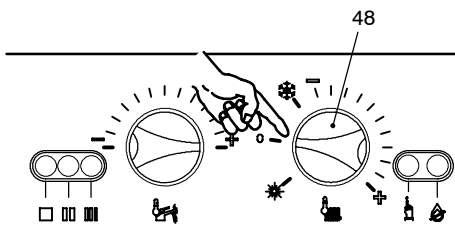

fig. 9.21
- 6 Per uscire dalla funzione SPAZZACAMINO della caldaia posizionare il selettore 48 del pannello comandi come indicato in fig. 9.21